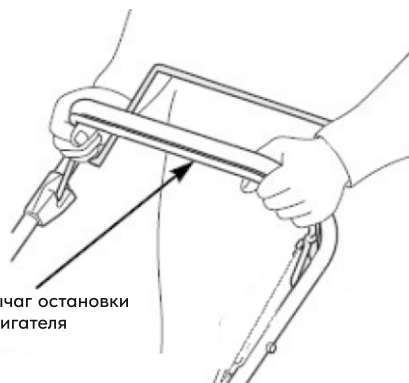

Рис. 17
- Нажмите и удерживайте у рукоятки рычаг остановки двигателя (рис. 17).